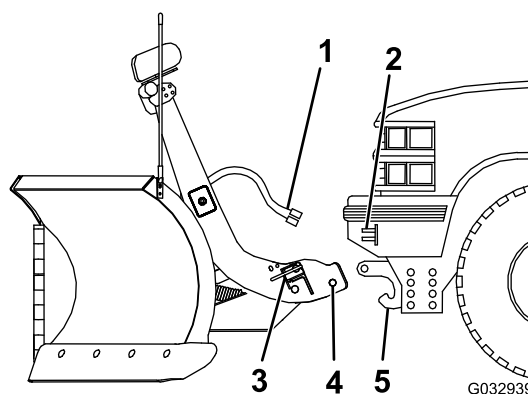

Bild 30
2. Fluchten Sie das Fahrzeug mit dem Schneeschild aus und fahren Sie langsam vorwärts, bis der untere Stift die Stiftaufnahme der Druckstange berührt (Bild 30).
4. Nehmen Sie den Staubdeckel des elektrischen Anschlusses ab und schließen den Kabelbaum des Schneeschilds am Fahrzeugkabelbaum an (Bild 30).